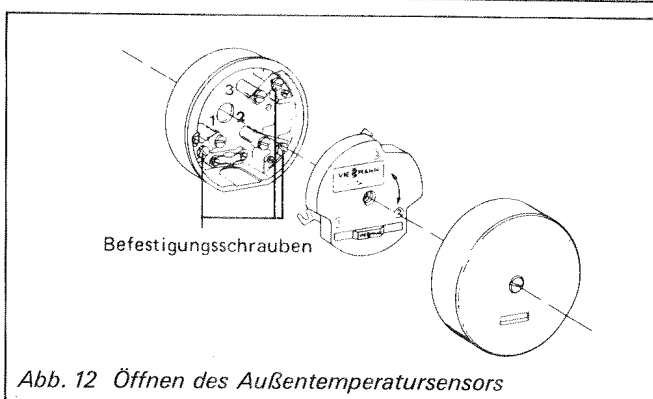

Abb. 12 Öffnen des Außentemperatursensors
2. Die Schrauben 1, 2 und 3 lösen (Abb. 12), Einsatz nach links drehen und herausnehmen.
5. Einsatz einsetzen, nach rechts drehen und die Schrauben 1, 2 und 3 (Abb. 12) sorgfältig festziehen.